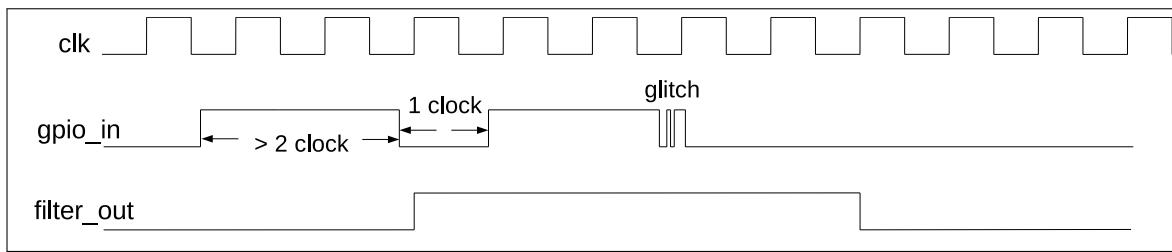

图 7.4-2. GPIO 输入信号滤波时序图
- 可选：置位 `IO_MUX_GPIOx_FILTER_EN` 使能 GPIO 管脚的输入信号滤波功能，如图 7.4-2 所示。只有当输入信号的有效宽度大于两个时钟周期时，输入信号才会被采样。否则，输入信号将会被滤掉。